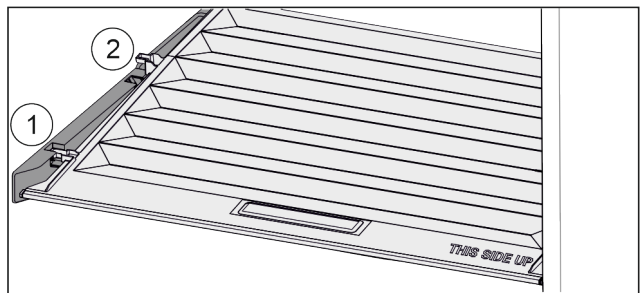

Fig. 55
- ▶ Потянуть крышку до отверстия в поддерживающих деталях вперед Fig. 55 (1).
- ▶ Поднять сзади снизу и извлечь Fig. 55 (2) движением вверх.